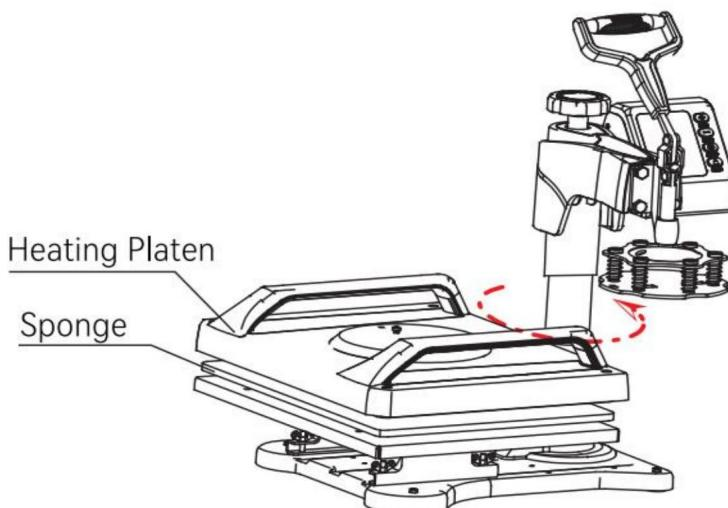

Fig 5
5. Draai de kop weg en leg de spons en de verwarmingsplaat op de bovenkant van de tafelplaat in de juiste volgorde (zoals weergegeven in afbeelding 5)